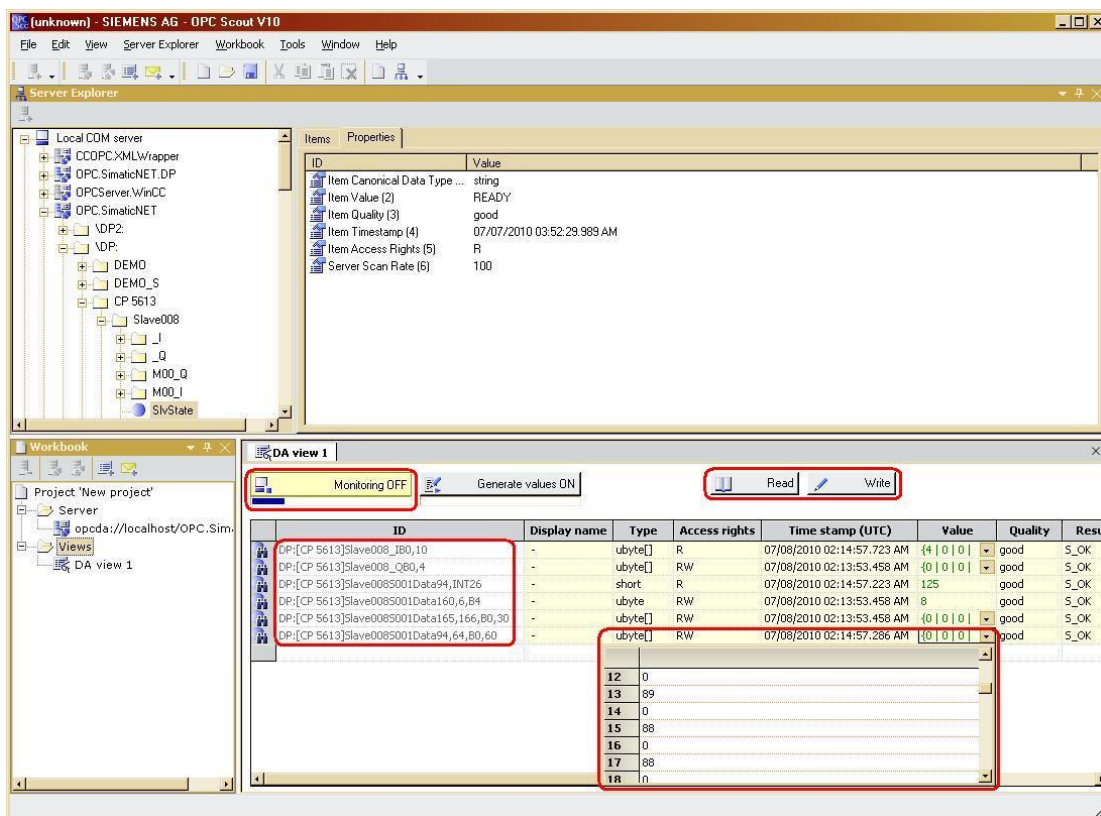

图 10
(B) 根据需要添加其它的 OPC 变量，然后打开监控，进行读写测试，如图 10 所示。